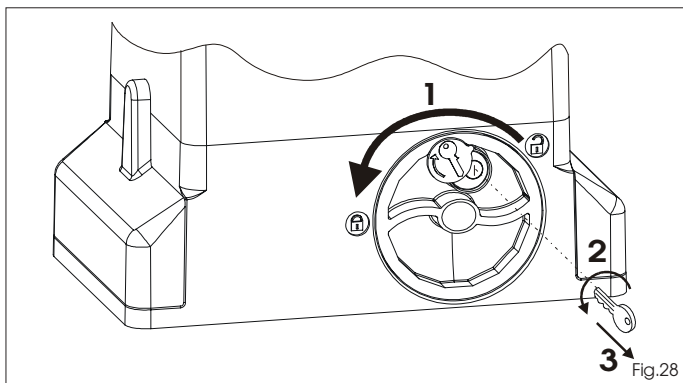

Fig.28
- 1) Ruotare il sistema di sblocco in senso antiorario sino al suo arresto, Fig.28 rif.1.
- 2) Ruotare la chiave in senso antiorario ed estrarla dalla serratura, Fig.28 rif.2 e 3.